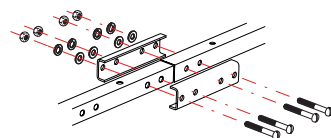

Рис.2 Узел крепления передней и задней частей трассы
6.2 Соедините переднюю и заднюю части трассы как показано на рис.2. Плотно затяните гайки, обеспечивая отсутствие люфтов между частями трассы.